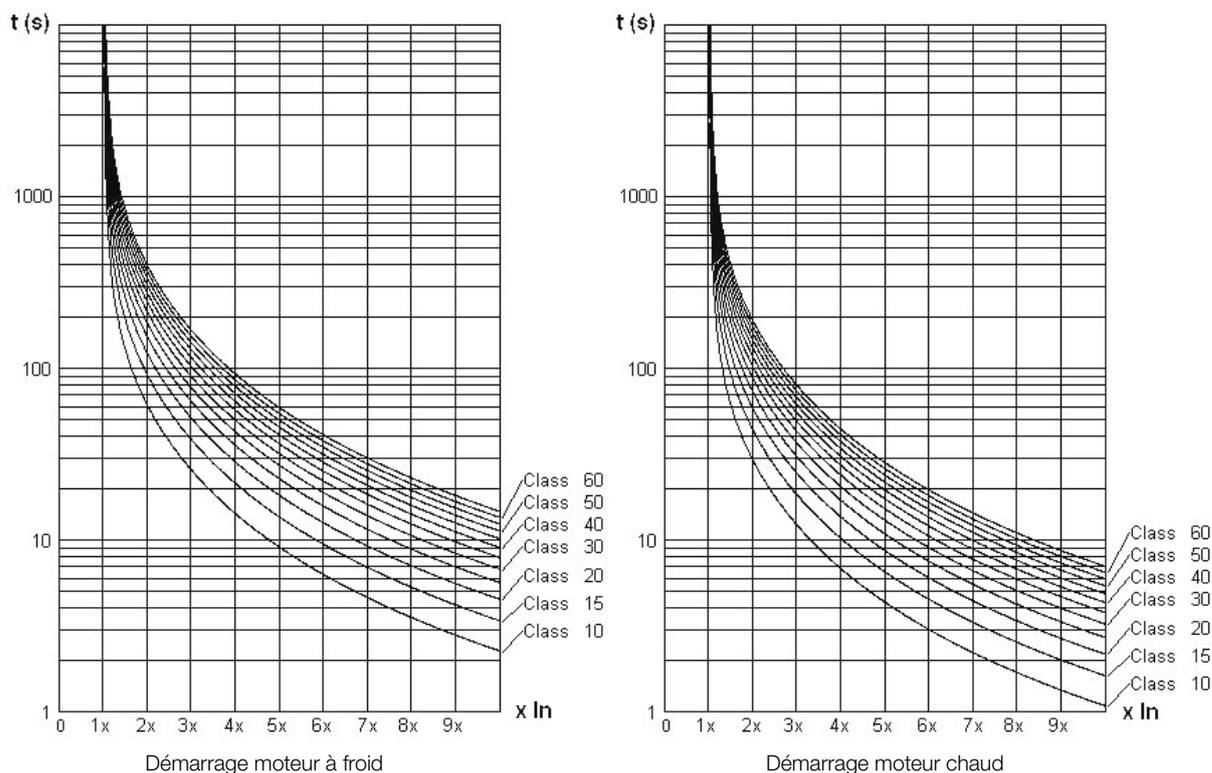

Figure 15.6 : Classes thermiques de moteur standard
■ Les courbes de démarrage, ou courbes de déclenchement, se basent sur la durée de rotor verrouillé que le moteur supporte avec une certaine intensité (Figure 15.6). Ces courbes simulent le chauffage du moteur en situation de surcharge, c.-à-d. avec une intensité supérieure à son intensité nominale et basant généralement sur la norme CEI 60947-4-2.
La Figure 15.6 présente les durées de classe thermique conformément à la norme CEI 60947-4-2.
Les durées de classe thermique pour un démarrage à chaud indiquées sur la Figure 15.6 sont valables uniquement pour :
Les réglages d'usine pour les paramètres P0840 = 3 = Classe F = 155 °C, P0841 = 40 °C et P0842 = 60 °C définissent les durées de déclenchement indiquées sur la Figure 15.6 pour les classes thermiques conformément à la norme CEI 60947-4-2. Ces durées se basent sur les caractéristiques typiques des moteurs standards du marché, elles ne conviennent donc pas pour faire démarrer des moteurs spéciaux, ayant des classes d'isolement plus élevées, des durées de démarrage plus longues avec des intensités plus élevées et toute une variété de types de systèmes de refroidissement.